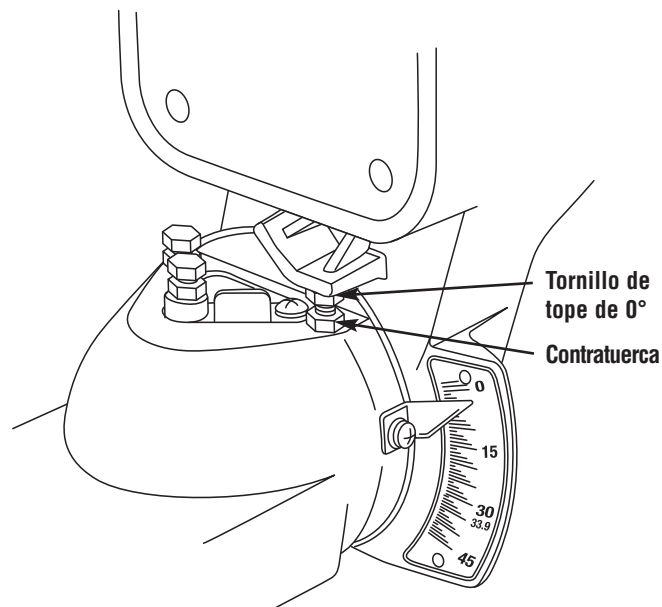

Figura 7. Tornillo de tope de bisel de 0° y contratuerca
6. Ajuste el tornillo de tope de bisel de 0° con una llave de tuerca de 12 mm o ajustable hasta que la hoja haga contacto con toda la longitud de la escuadra. Apriete la contratuerca (Figura 7).